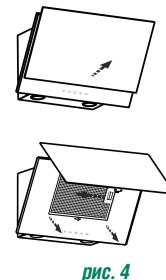

рис. 4
8.3 Для очистки алюминиевого фильтра извлеките его из вытяжки (рис.4, 4A). Произведите очистку фильтра с помощью щетки горячим водным раствором нейтрального моющего средства вручную или в посудомоечной машине (при 60°C). Сильно загрязненный фильтр не следует мыть в посудомоечной машине вместе с посудой. Страйтесь не сгибать фильтр при мойке. Возможное изменение цвета фильтра, с течением времени, не приводит к снижению эффективности его действия.
6.1.1 Перед установкой вытяжки снимите алюминиевый фильтр (рис. 4).
- потяните за нижний край откидной панели, как показано на рис.4 и откройте ее до упора;